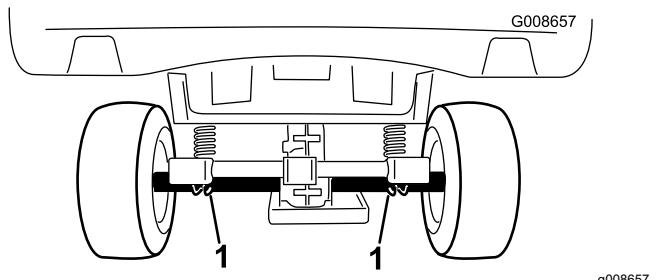

Bild 21
- Die hintere Hebestelle der Maschine befindet sich unter den Achsrohren (Bild 21).